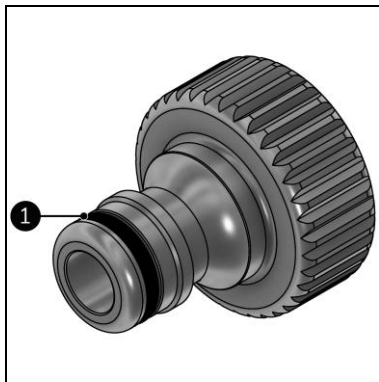

Figure 19
7. Passez de la vaseline sur le joint torique du raccord du tuyau de jardin (figure 19, pos. 1).